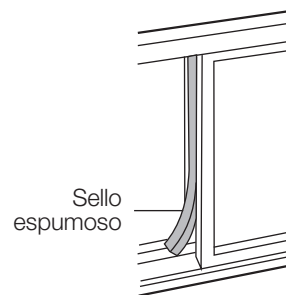

Fig. 15
5. Cortar el sello espumoso en la longitud apropiada y sellar el espacio abierto existente entre la hoja de la ventana superior y la hoja de la ventana exterior. Ver Fig. 15.